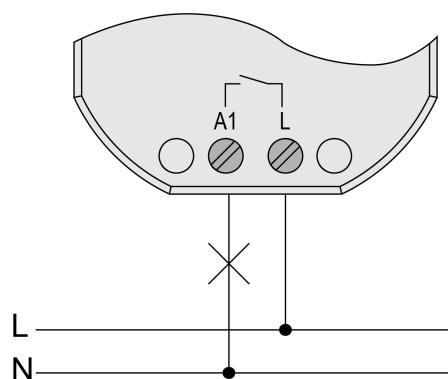

Figura 5: Collegamento del carico
- Collegare il carico secondo lo schema esemplificativo (Vedi figura 5).